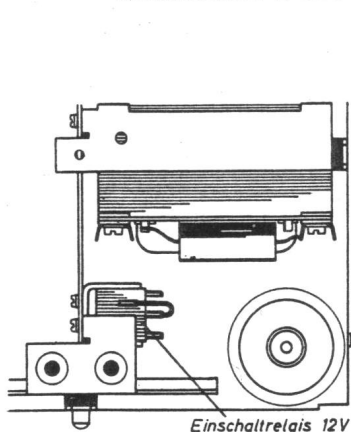

Abb. 4
- Einschaltrelais nach Abb. 4 bzw. 5 umschalten.